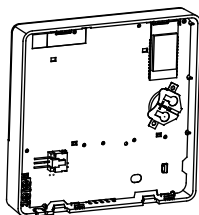

Fig. 3-5
- Coloque a bateria dentro do local de instalação e certifique-se de que o lado positivo da bateria coincide com a extremidade positiva do local de instalação. (Ver Fig. 3-5)